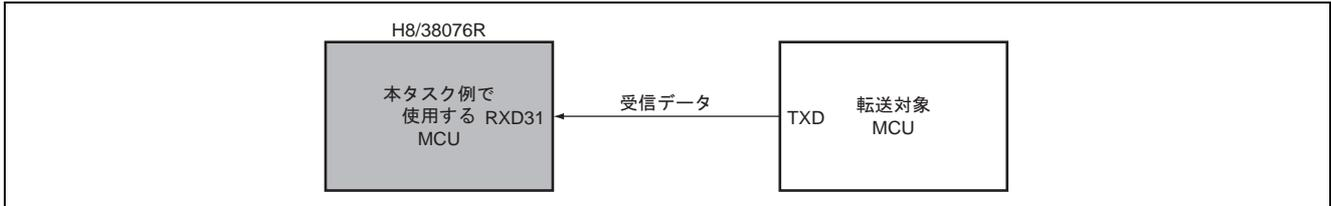

図1 調歩同期式モードのシリアルデータ受信接続図
- 図1に調歩同期式モードのシリアルデータ受信の接続例を示します。